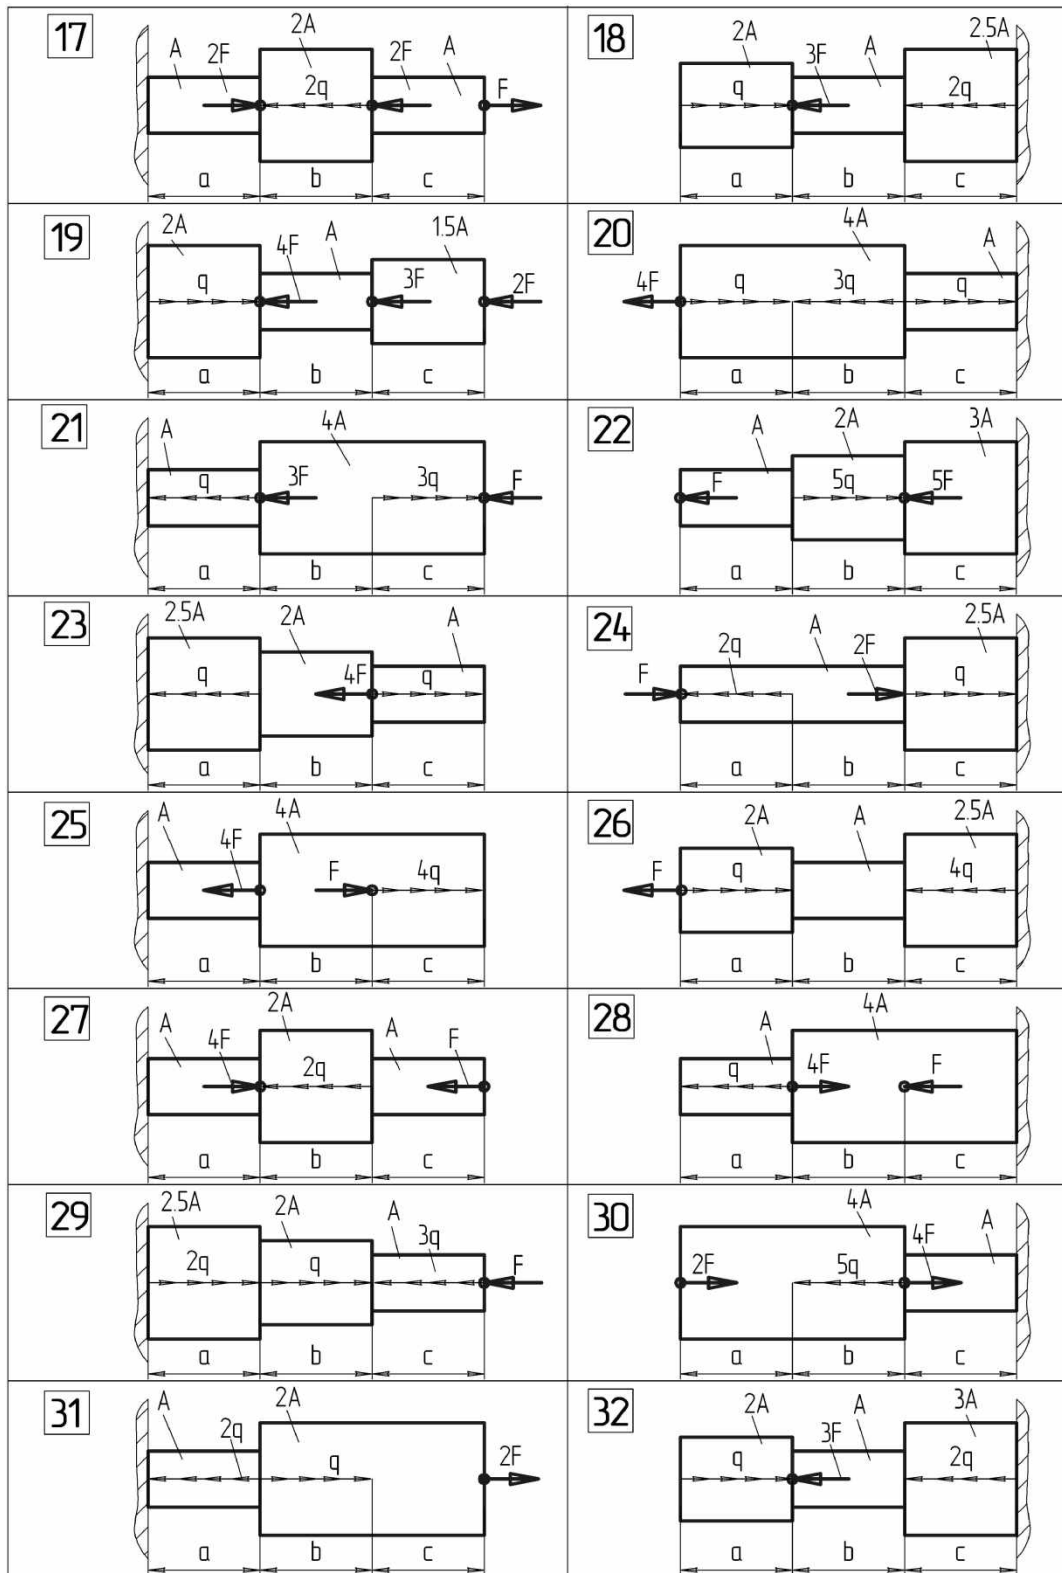

Рис. 1. Схема нагружения стержня
**Задание.** Из условия прочности подобрать поперечное сечение стального ступенчатого стержня в виде прямоугольника с отношением сторон  $b/h = 0,25$ ; округлить полученные в результате расчёта размеры  $b$  и  $h$  по нормальному ряду размеров. Схема нагружения стержня показана на рис.1. Вычислить напряжение в опасном сечении. Построить эпюры напряжений по высоте опасного сечения. Определить перемещение свободного сечения стержня и построить эпюру перемещений. Данные для расчетов приведены в табл. 1